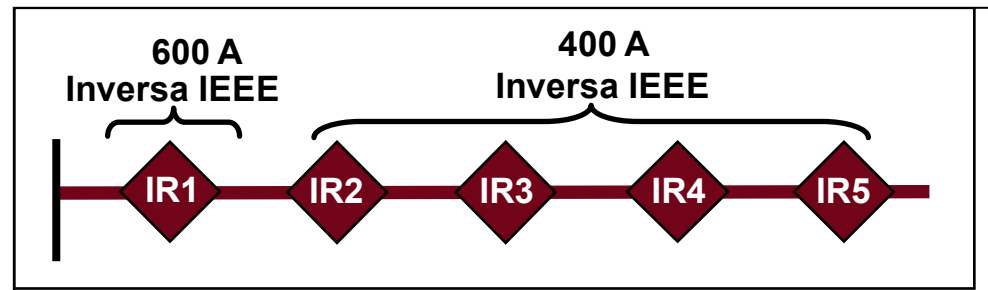

Figura 18. Falla temporal de la CEC; todos los interruptores de fallas IntelliRupter están cerrados y coordinados.
- Todos los interruptores de fallas IntelliRupter están cerrados y coordinados, donde es posible. Ver Figura 18.